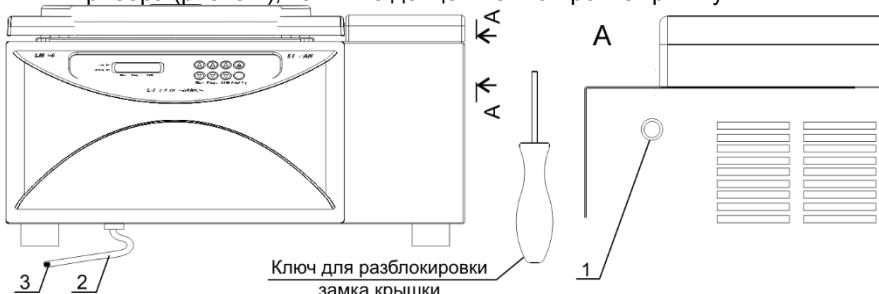

Рис. 3. Фронтальная и боковая стороны прибора
- Ротор R-12/10 ③ ..... по заказу
- Ротор R-12/15 ④ ..... по заказу
- Ротор R-2 ⑤ ..... по заказу
- Ротор R-24GC ⑥ ..... по заказу
- Штатив для ротора RR-U ⑦ ..... по заказу
- Комплекты адаптеров BN-13/75, BN-13/100 и BN-16/100 для ротора R-12/10 и BN-11/30 для R-6P ⑧ ..... по заказу
- убедитесь, что сливной шланг (рис. 3/2) центрифуги закупорен заглушкой (рис. 3/3) во избежание нарушения температурного режима;
- При работе с центрифугой сливной шланг (рис. 3/2) должен быть закупорен заглушкой (рис. 3/3) во избежание нарушения температурного режима.
- 4.19. Регулярно счищайте лед и удаляйте конденсат из камеры центрифуги. Центрифуга оснащена сливным отверстием и шлангом для удобной чистки камеры (рис. 3/2 и 3/3)
Вставьте ключ в отверстие, расположенное на правой боковой стороне прибора (рис. 3/1), нажмите до щелчка и откройте крышку.
- 6.4. Регулярно счищайте лед и удаляйте конденсат из камеры центрифуги. Центрифуга оснащена сливным отверстием и шлангом для удобной чистки камеры (рис. 3/2).